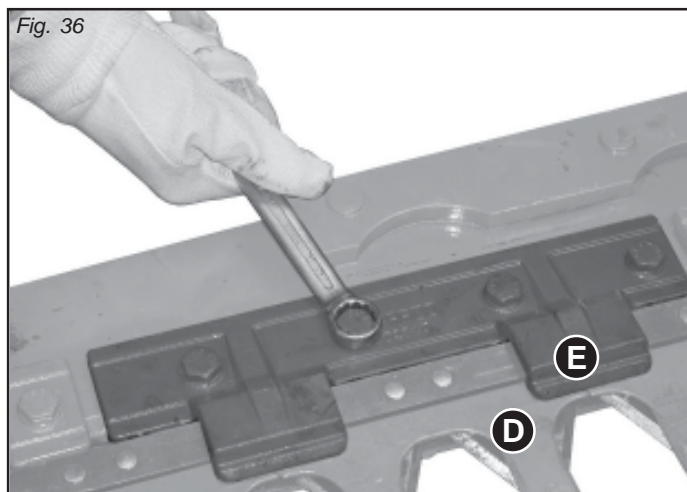

Fig. 36
All'inizio di ogni stagione è importante verificare il corretto accoppiamento tra l'asta porta denti (D, Fig. 36) ed il guidalama (E). Si possono presentare, con una lunga attività lavorativa, fenomeni d'usura materiale del guidalama, comportando un aumento della tolleranza d'accoppiamento con la lama denti.
- svitare il guidalama (Fig. 36);